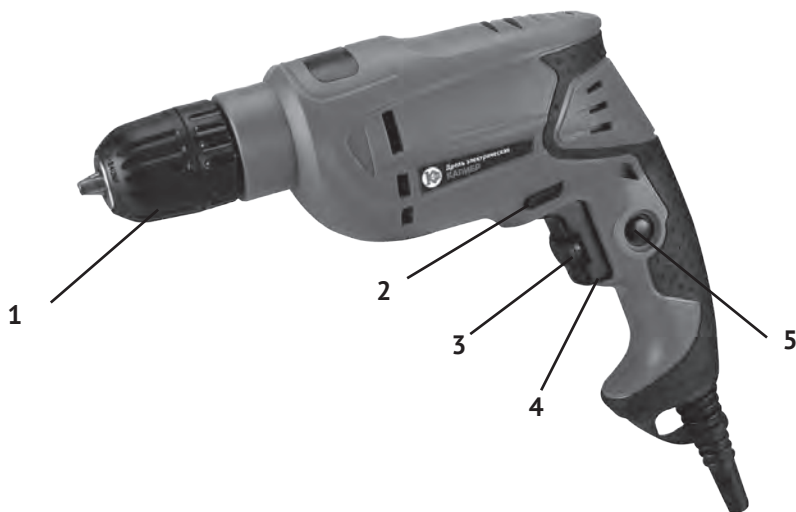

рис. 1
1.6 Общий вид дрели представлен на рис.1
1.7 Механизм дрели расположен в пластиковом корпусе, состоящем из двух частей: правой и левой. Крутящий момент с якоря электродвигателя через шестерню, передаётся на шпиндель, соосный с двигателем. На резьбу (3/8") шпинделя крепится ,быстрозажимной сверлильный патрон (рис.1 поз.1).
1.8 Клавиша выключателя (рис.1 поз.4) расположена в передней части рукоятки. В клавишу вмонтирован диск регулятора оборотов (рис.1 поз.3). С его помощью можно изменять скорость вращения шпинделя в пределах от 0 до 3500 об/мин. Это позволяет выбрать оптимальный режим работы, в зависимости от просверливаемого материала и установленного сверла.
Над клавишей выключателя находится переключатель реверса (рис.1 поз.2), пластинчатой конструкции. В нейтральном положении он выполняет функцию блокиратора клавиши от случайного включения.
Включение дрели осуществляется нажатием на клавишу выключателя указательным пальцем. Слева на рукоятке находится кнопка (рис.1 поз.5) фиксации клавиши в рабочем положении. При повторном нажатии на клавишу, кнопка фиксации (со щелчком) возвращается в исходное положение.